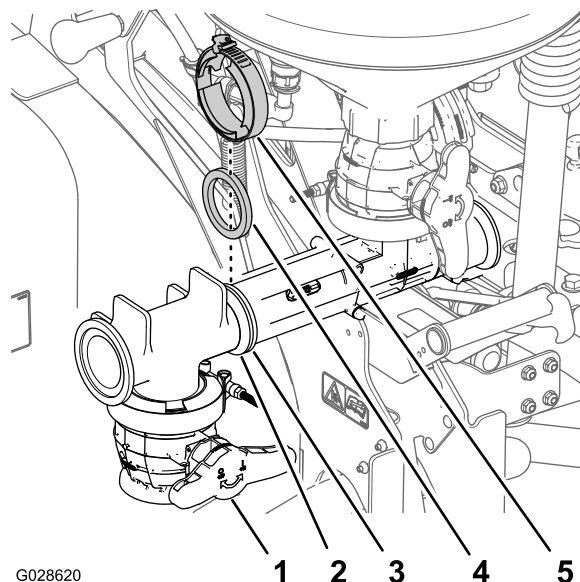

Figura 14
1. Aliniați flana fittingului T superior cu flana din faă a ejectorului (Figura 14).
2. Fixai fittingul în T pe robinetul de evacuare cu o garnitură i o clemă flană (Figura 14).